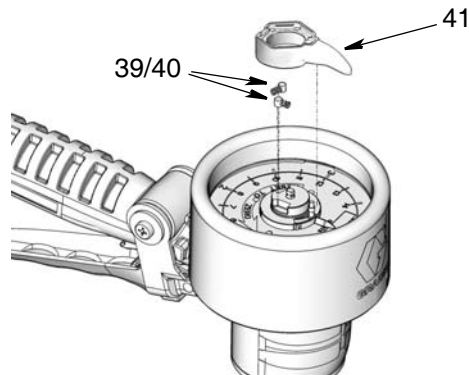

FIG. 24
- Montez le pointeur du pointeau (41), les ressorts (39) et les goupilles (40) comme montré sur la FIG. 24.